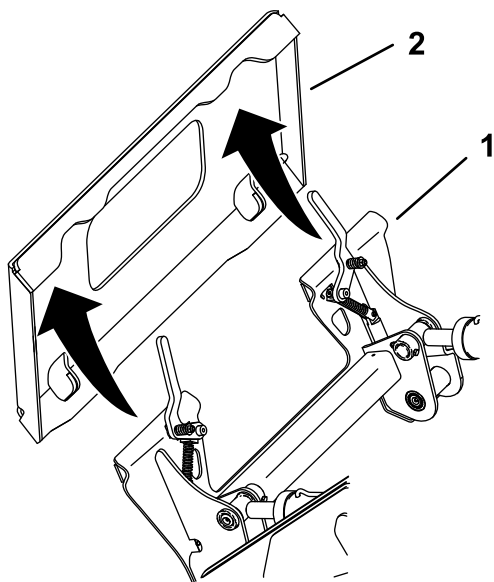

Рисунок 57
5. Вставьте монтажную пластину под верхнюю кромку установочной пластины навесного оборудования (Рисунок 57).